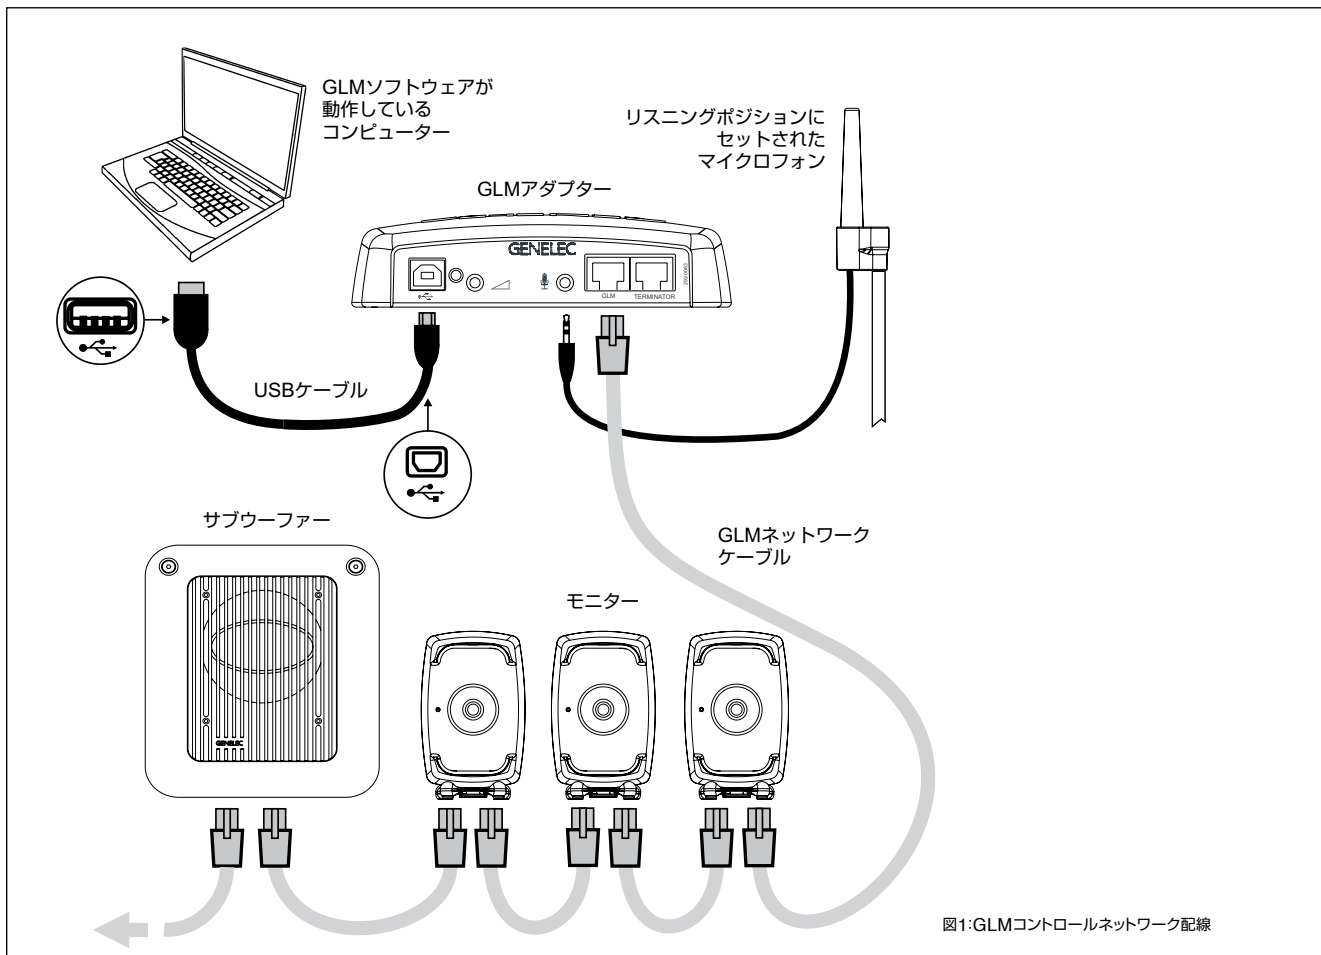

図1:GLMコントロールネットワーク配線
1. 各モニター（およびサブウーファー）を CAT5（RJ45）ケーブルで接続し、最後に GLM Adapter デバイスのコントロールネットワーク入力に接続します（図 1）。